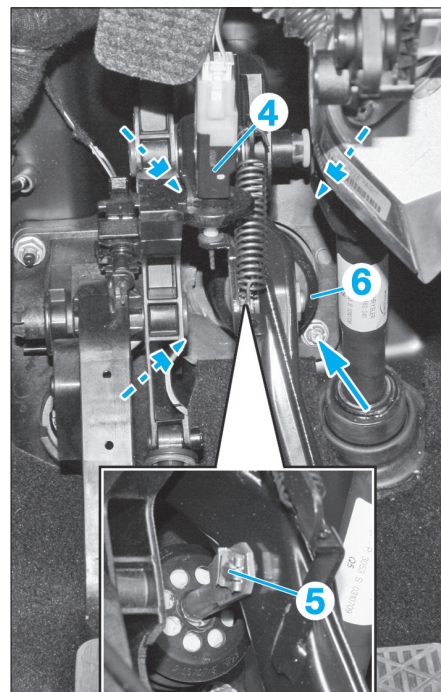

FIG. 23
- Débrancher le connecteur du contacteur de feux de stop (4) (Fig.23).